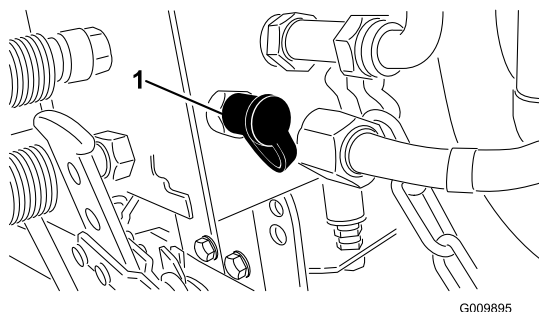

Figura 63
- Utilize a porta de teste #3 (Figura 63) para medir a pressão da tracção do circuito dos cilindros.